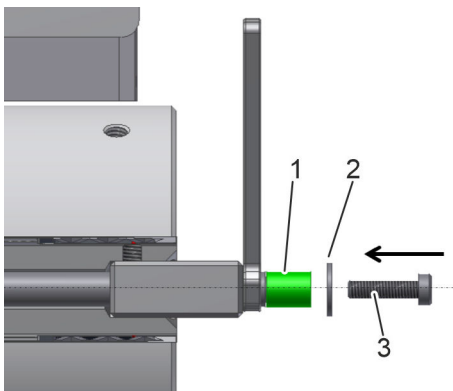

Fig. 19 : vis cylindrique
7. ➤ Visser la vis cylindrique M4 (3 mm) (Fig. 19 /3) et la rondelle 4,2 mm (Fig. 19 /2) sur la tige de mesure (Fig. 19 /1). Couple de serrage 5 Nm.